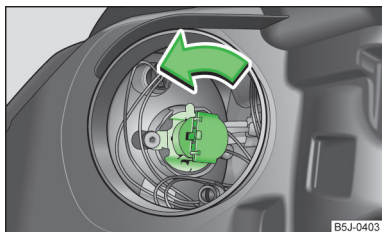

Abb. 157
- Den Stecker mit der Glühlampe bis zum Anschlag in Pfeilrichtung drehen » Abb. 157 und herausnehmen.